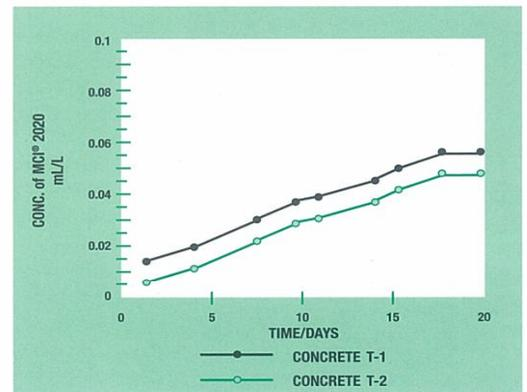
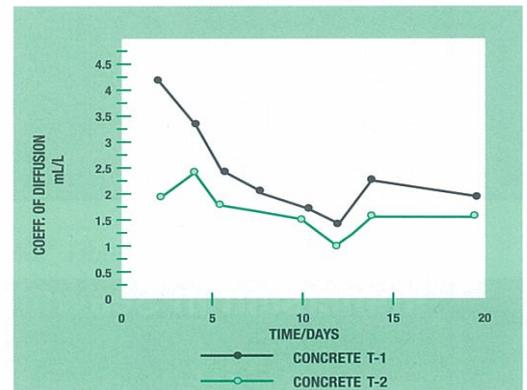

Figure 2 Calibration Diagram
Figure 3 Calibration Diagram
0.1M NH₄Cl 溶液の入った ORION 95-12 Ag/AgCl 電極を MCI の濃度測定に使用しました。試験期間中のコンクリート内の防錆剤の濃度は電極電位データをグラフにして示しました (Figure 2)。
MCI の濃度は時間とともに上昇しており、これにより MCI がコンクリート内部に拡散していることが分かります (Figure 2)。実験的に得られたデータを用い、拡散係数を求めました (Figure 3 及び Table 2)。このデータは MCI が浸透移行する性質を持っていることを示し、そして腐食を誘発する塩化物や中性化に対し防錆保護できることを証明しています。